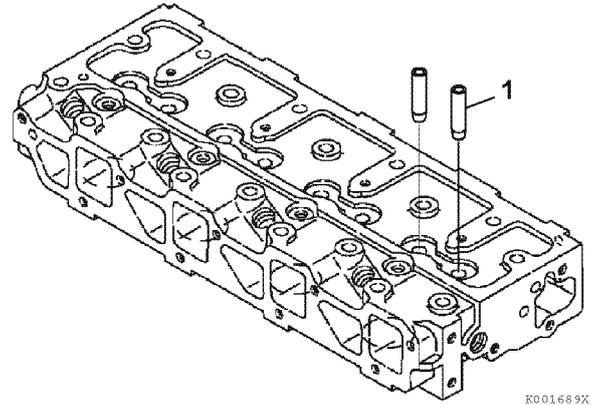

Figure 6-16
1. Si les guides de soupape ne sont pas conformes aux spécifications, utilisez une goupille d'assemblage et un marteau pour faire sortir les guides de soupape (1, **Figure 6-16**) de la culasse.